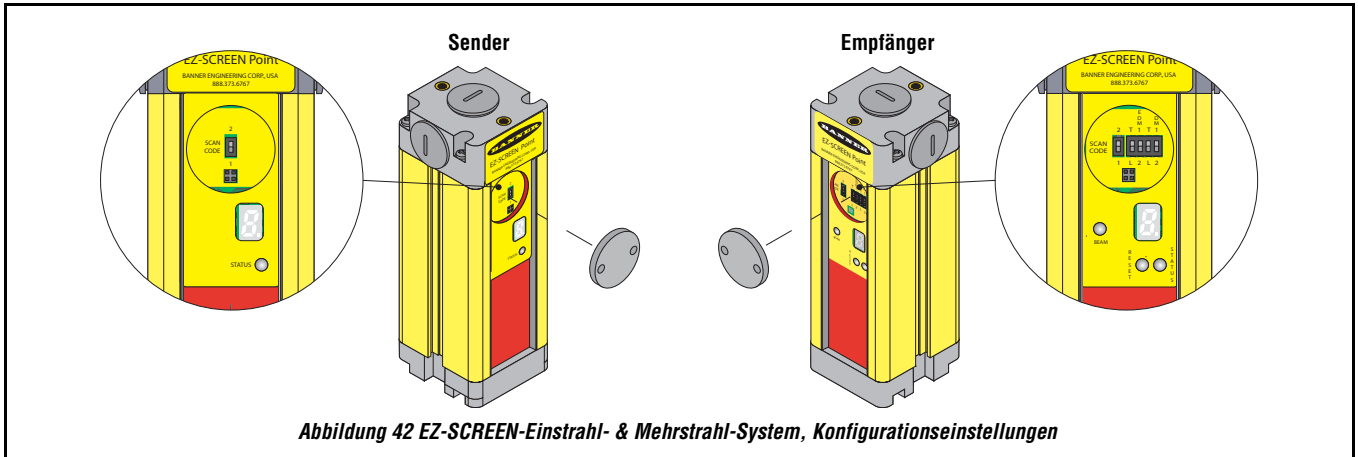

Abbildung 42 EZ-SCREEN-Einstrahl- & Mehrstrahl-System, Konfigurationseinstellungen
- 5) Stellen Sie die Konfigurations-DIP-Schalter auf **2** (siehe Abbildung 42 auf Seite 45), und schließen Sie eine Steckbrücke (mitgeliefert) zwischen EDM 1 (Klemme 6) und EDM 2 (Klemme 7) an.
Die Systemkonfiguration kann an jedem Sender/Empfänger eingestellt werden. Dazu muss die Verschlusskappe abgenommen werden (mit dem mitgelieferten Schraubenschlüssel) (siehe Abbildung 42 auf Seite 45). Wenn die Konfigurationseinstellungen
Schalt- oder Verriegelungsausgang werden über zwei DIP-Schaltern am Empfänger eingestellt (siehe Abbildung 42 auf Seite 45). Beide DIP-Schalter müssen identisch eingestellt werden.
Der EDM-Modus wird über zwei DIP-Schalter am Empfänger eingestellt (siehe Abbildung 42 auf Seite 45).